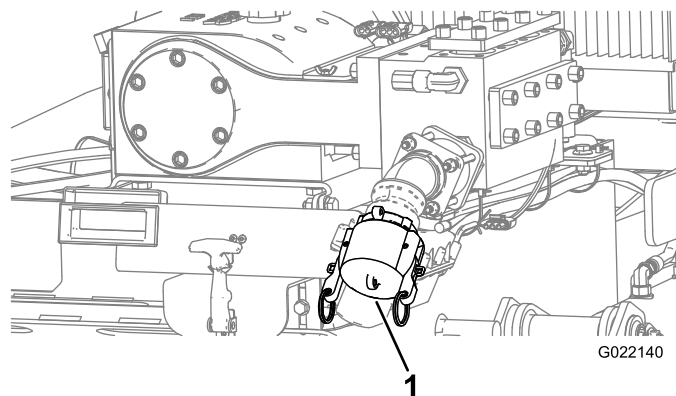

**Figure 152**
- C. Vérifiez que le bouchon est en place sur l'entrée de la pompe à fluide de forage (Figure 152).